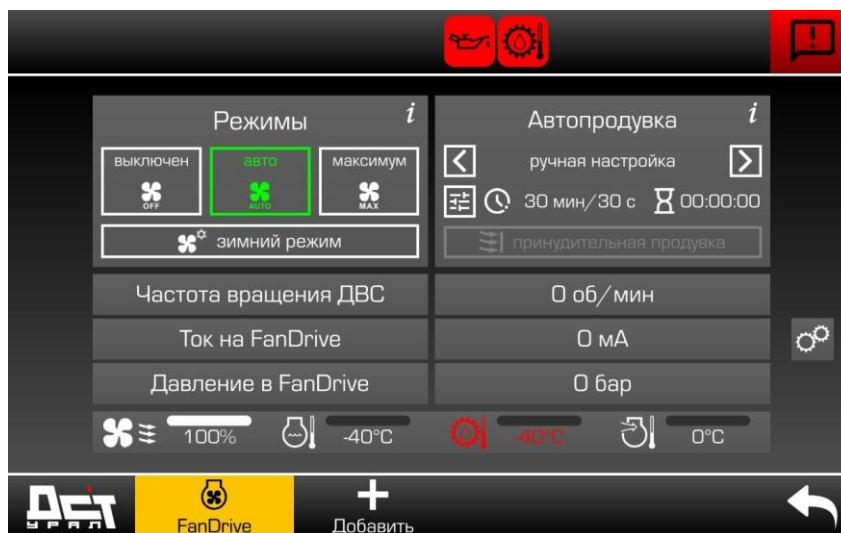

Рисунок 5.140. Вкладка «FanDrive»
- Открыть страницу «FanDrive» на дисплее, проверить соответствие тока и давления в контуре FanDrive текущему перегреву машины и оборотам ДВС, рис. 5.140.